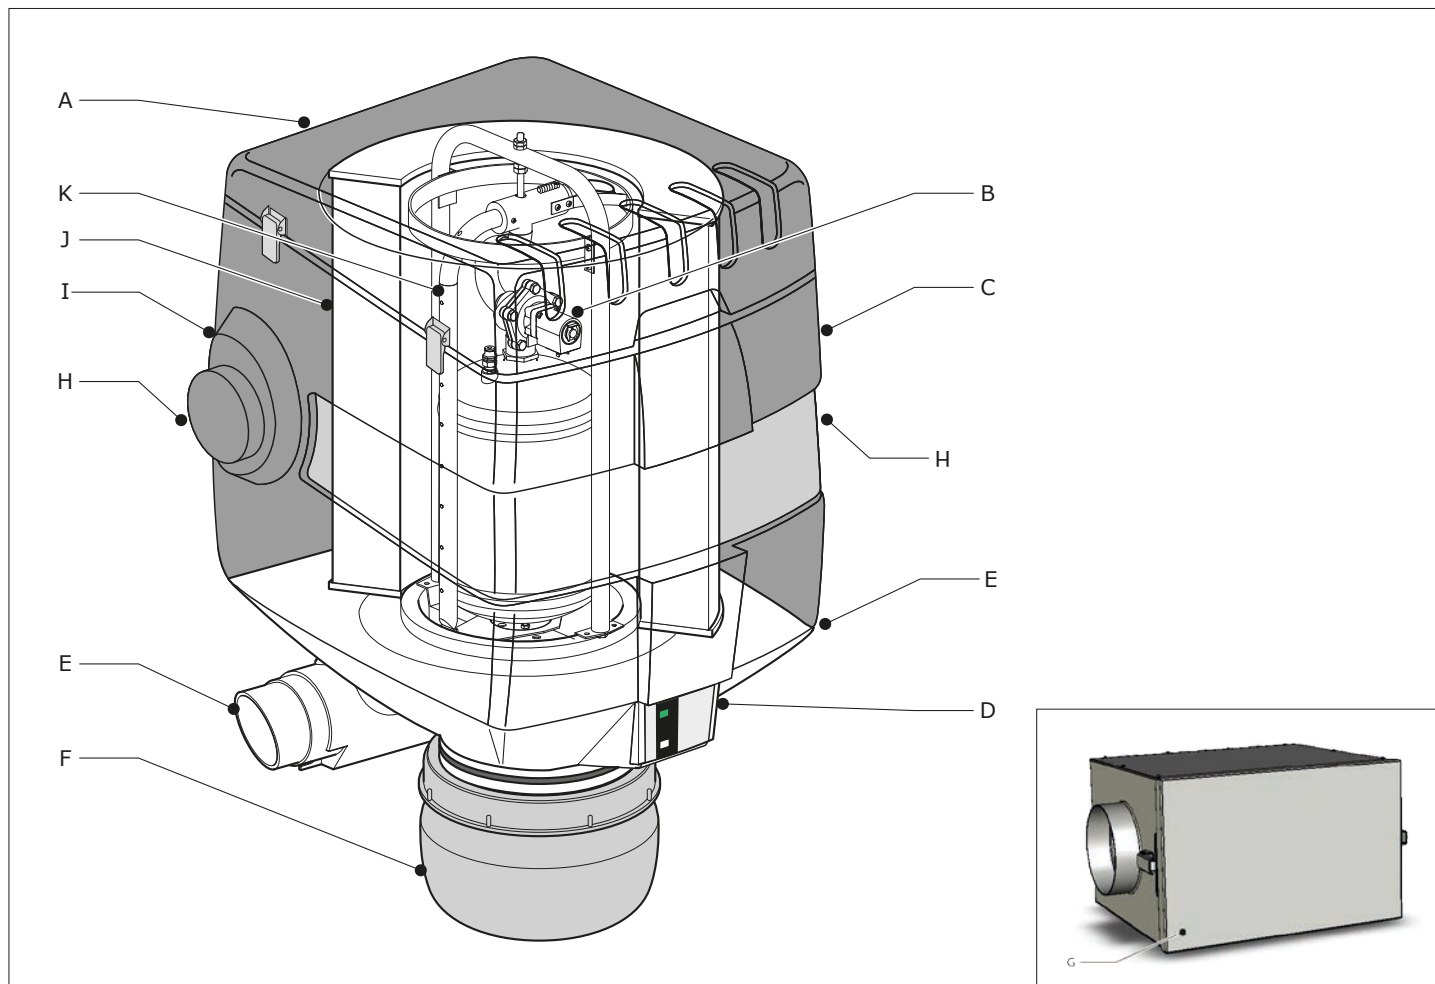

Fig. 3.1
Het zelfreinigende lasrookfilter bestaat uit de volgende hoofdcomponenten (zie Fig. 3.1):
- Fig. 3.1:
De vervuilde rook wordt in het lasrookfilter geblazen door een externe afzuigventilator via een spiraalbuis of een flexibele slang en via de voorfilterbox (zie Fig. 3.1 G), waarbij de grotere deeltjes en vonken worden afgescheiden. Vervolgens wordt de lucht door het filter (zie Fig. 3.1 J) met een filteroppervlak van circa 30 m² gezuiverd waarbij nagenoeg alle deeltjes (vanaf 0,3 µm) worden afgevangen. Via de uitblaasopening(en) (zie Fig. 3.1 E) verlaat de gereinigde lucht het filter en kan naar keuze naar de werkplek of naar buiten worden gevoerd.
Op het moment dat het filter zwaarvervuild raakt -en dientengevolge de afzuigcapaciteit sterk afneemt-, activeert een drukverschilschakelaar het RoboClean perslucht-reinigingsmechanisme dat vervolgens met behulp van sectiegestuurde persluchtstoten het filter grondig reinigt. De stof- en vuildeeltjes vallen aan de buitenzijde van het filter in een kunststof stofvat (zie Fig. 3.1 F).